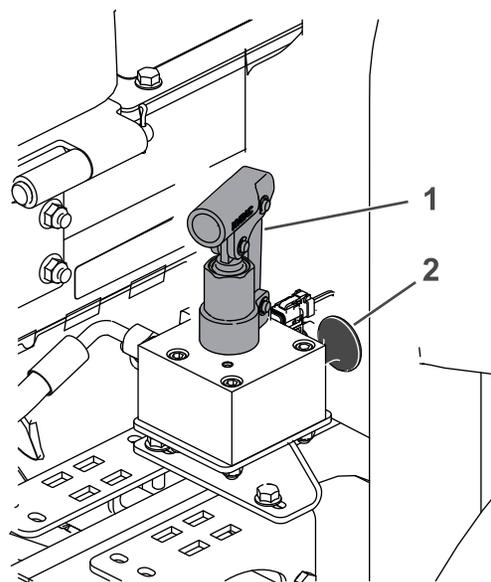

図 38
- 右前タイヤの近くで、油圧タンクの後ろにあるブレーキリリースマニホールドを探し出す 図 38。